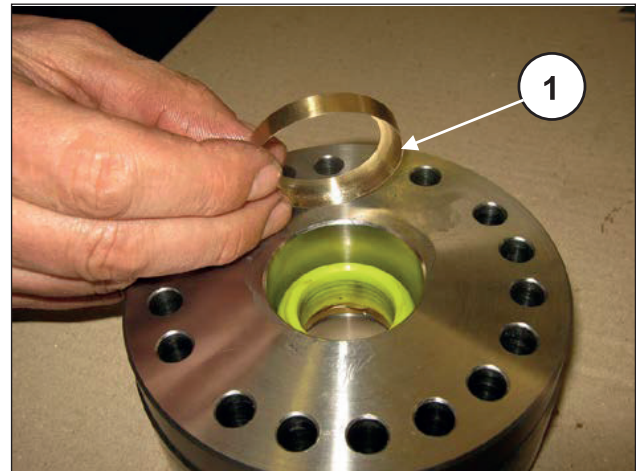
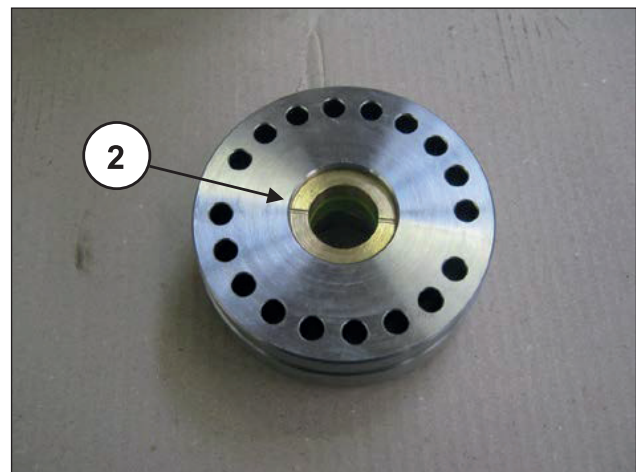
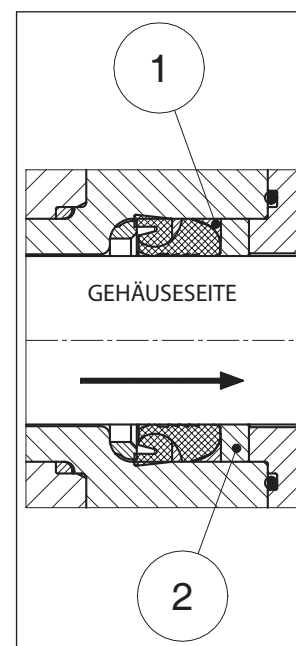

Abb. 201
Abb. 202
Abb. 203
Setzen Sie den Stützring und die Dichtungshülse ein (Pos. ① und ②, Abb. 201 - Abb. 202 und Abb. 203).
Führen Sie die Dichtungshülse ② mit den zwei nach außen gerichteten Aussparungen (zur Gehäuseseite) gemäß Abb. 203 in den HD-Dichtungshalter ein.